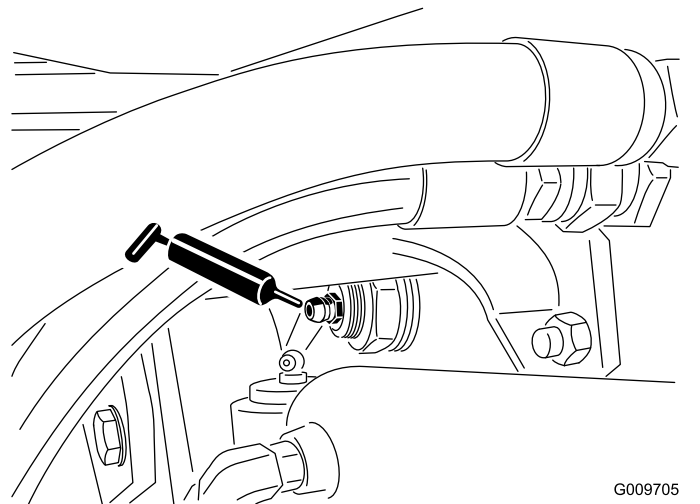

Figura 44
- Casquillos de pivote del eje trasero (2), como se muestra en la Figura 44